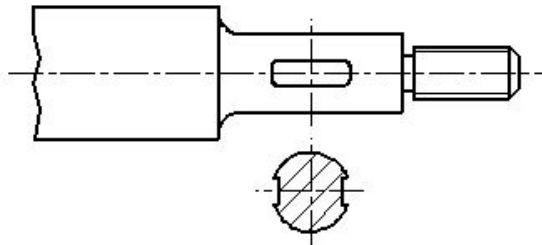

Рисунок 12 - Поперечное сечение вала
**Сечение** – изображение фигуры, получающейся при мысленном рассечении предмета одной или несколькими плоскостями. На сечении показывается только то, что получается непосредственно в секущей плоскости (рисунок 12).